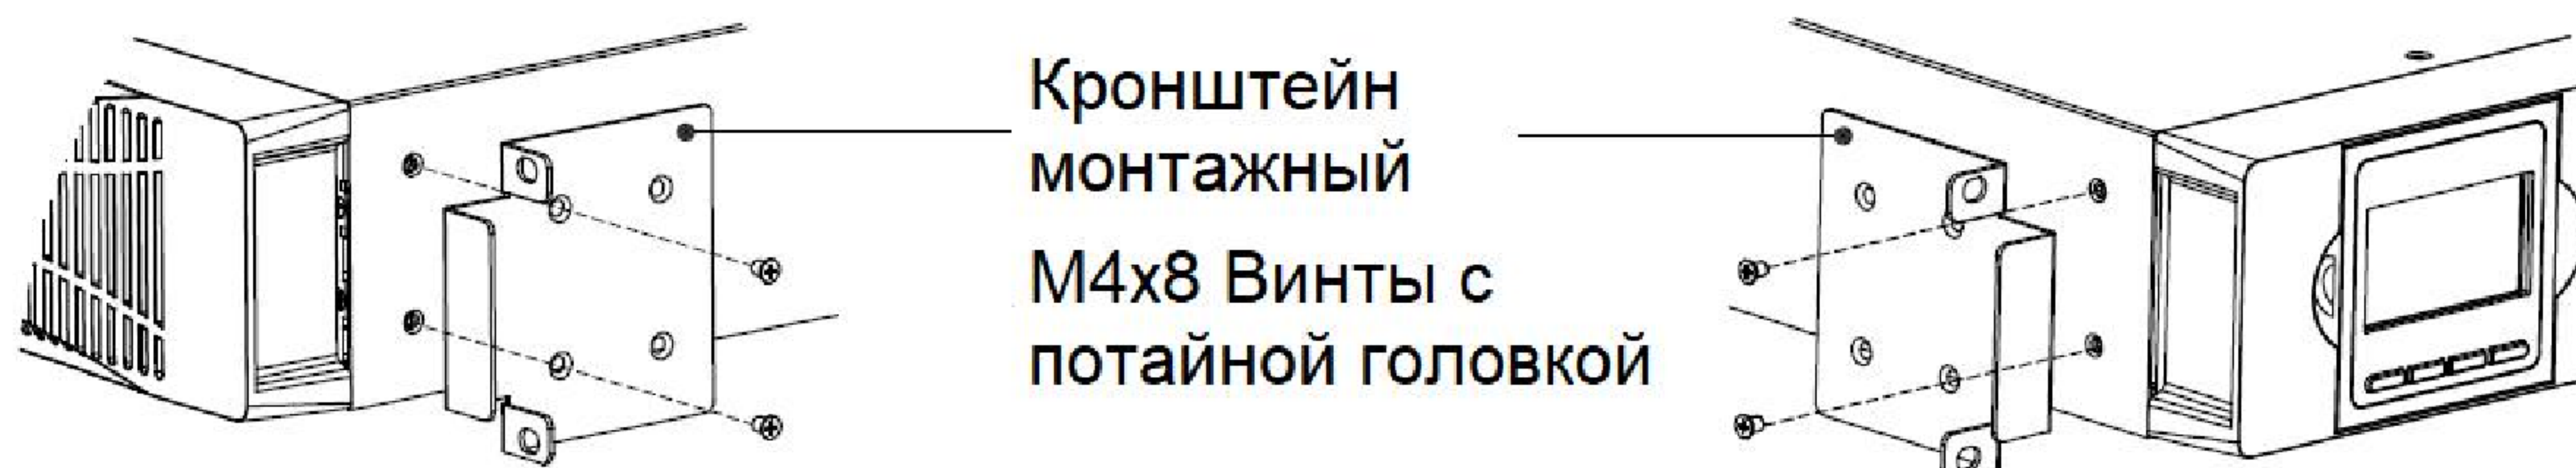

Рис.7 — Установка боковых монтажных кронштейнов на ИБП
8. Кронштейн монтажный** (см. п.4-3, Рис.7) -2шт.
- 7) Совместите монтажные кронштейны с отверстиями для винтов на каждой стороне ИБП и закрепите с помощью прилагаемых винтов с плоской головкой (см. рис.7);